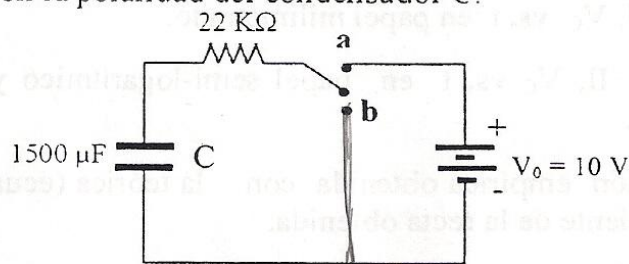

Figura 7.4
7. E.1 EXPERIMENTAL. Monte el circuito de la figura 7.4, alimentándolo con 10 V, teniendo cuidado con la polaridad del condensador C.